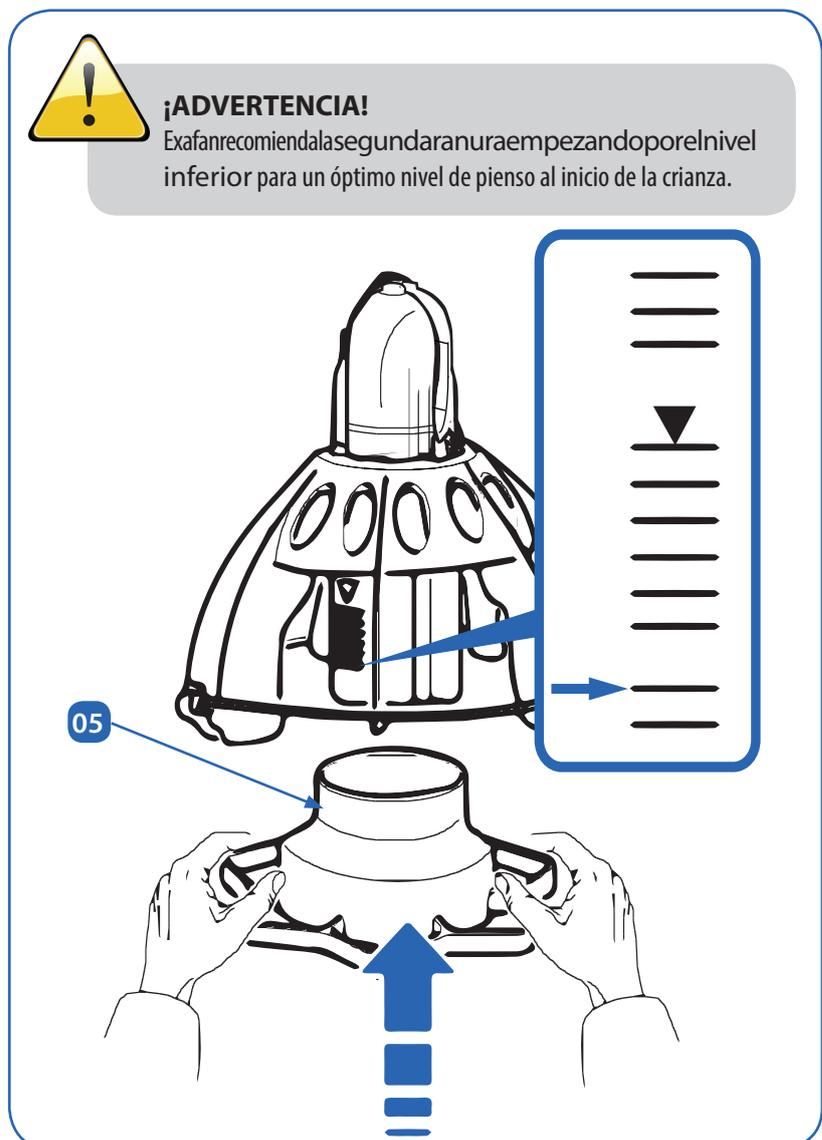

Fig. 05.15. Montaje del cono de ajuste.
- Insertaremos el cono de ajuste **05** por la parte inferior del tubo **02** hasta la ranura correspondiente al nivel de pienso deseado. Las ranuras superiores corresponden a niveles crecientes de pienso en el plato (Fig. 05.15.).